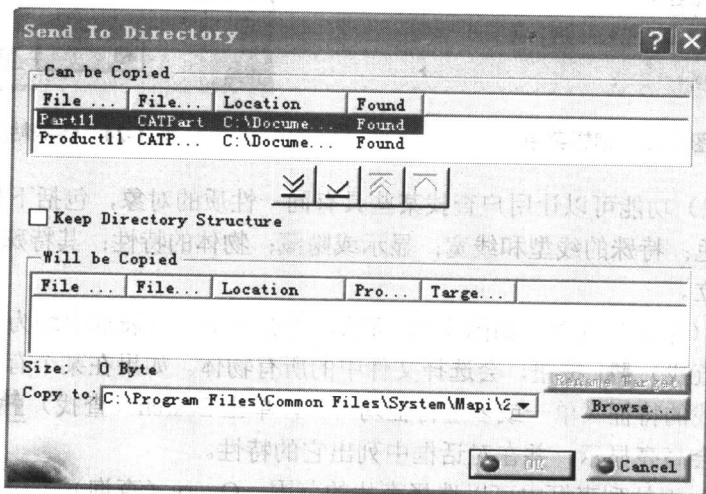

图 1-22 发送至文件夹
③ 在上面的白色方框中选取所要发送的文件, 单击  按钮, 把文件填加进下面的方框内, 单击  按钮则全部填加。此时可以单击对话框右下角的 Rename Target (目标文件重命名) 按钮来更改目标文件的名称。单击 OK (确定) 按钮即可发送出去。
(2) Send To Directory (发送至文件夹) 这个选项可以在维持数据结构完整性的前提下把 CATIA 的数据发送到其他的文件夹, 避免链接路径消失。操作步骤如下。
- ① 先将要发送出去的文件存盘, 否则发送不出去。
- ② 选择 File/Send To/Directory 命令, 于是会出现如图 1-22 所示的对话框。